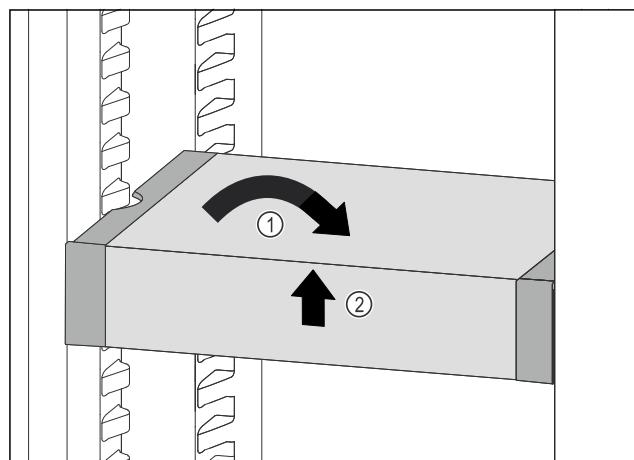

Fig. 94
- Установите VarioSafe прямо. Fig. 94 (1)
- Приподнимите VarioSafe спереди. Fig. 94 (2)